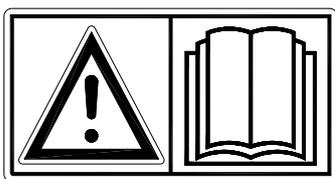

Fig. 1
**Lire et comprendre** (Fig. 1) le mode d'emploi avant la première mise en service de l'Overseeder.